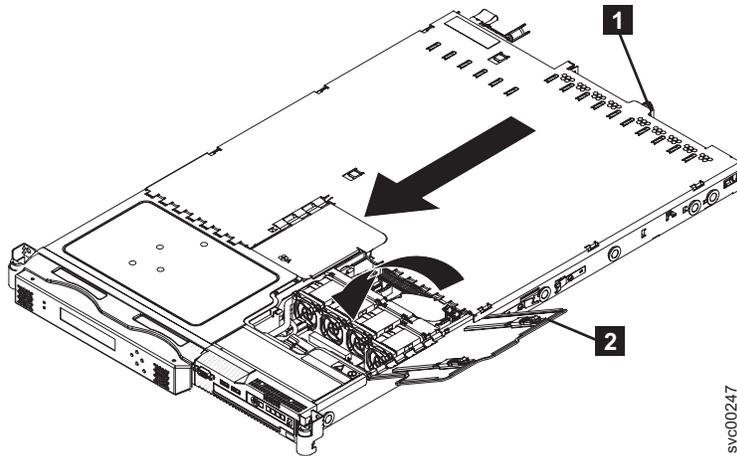

図 55. ファン・ドアを開いた状態の SAN ボリューム・コントローラー 2145-8G4
3. カバーが SAN ボリューム・コントローラー 2145-8G4 上のすべての差し込みタブに正しく噛み合うまで、つまみねじ (80 ページの図 55 に示す) **1** を締めます。